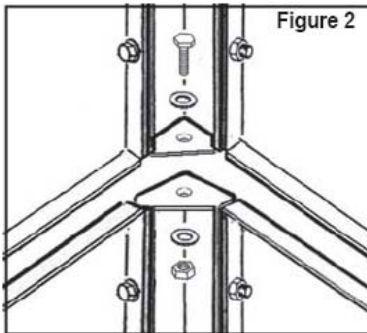

Рис. 2
4. Зафиксируйте все винты, как показано на Рис. 2.